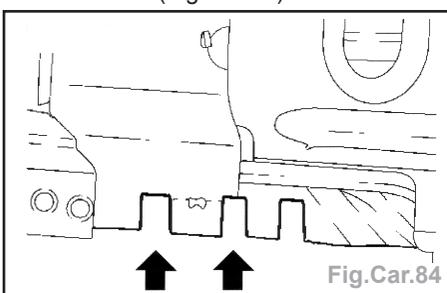

Fig.Car.84
- Préparer le renfort plancher latéral inférieur en sciant au carré le perçage ponctuel existant (Fig.Car.84).